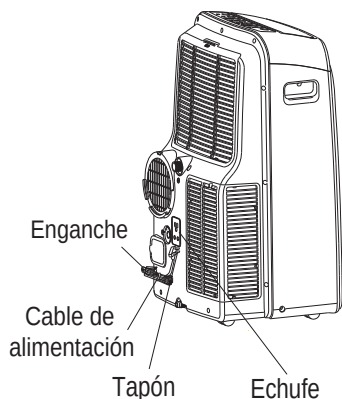

Imagen 25
- Detenga la unidad y desconéctela. Enrolle el cable y líelo con la cinta (imagen 25). Extraiga las pilas del mando a distancia.